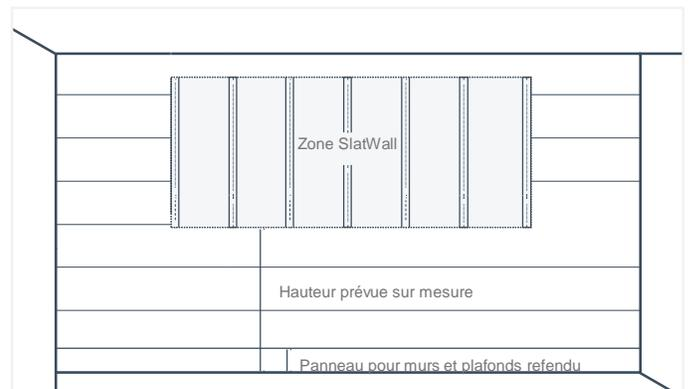

Fig. 15
- b. Si la distance souhaitée entre le plancher et le bas du premier panneau SlatWall n'est pas un multiple pair de 16 po, le panneau pour murs et plafonds le plus proche du plancher doit être refendu à une largeur appropriée pour obtenir la hauteur de panneau SlatWall souhaitée (Fig. 15). L'assemblage résultant entre le panneau SlatWall et le panneau pour murs et plafonds est illustré ci-dessous.